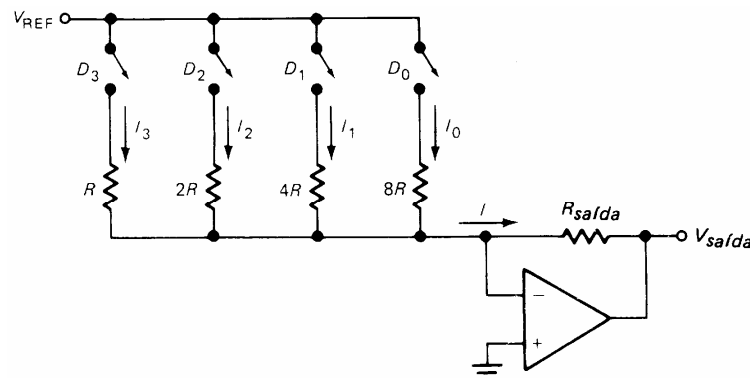

Fig. 8.2: Circuito Básico de um Conversor Analógico-Digital
6. Considere o conversor DA de 4 bits da Fig. 8.2, com resistências ponderadas, onde a resistência $R = 2 \text{ k}\Omega$ e a resistência de saída seja $R_{saida} = 10 \text{ k}\Omega$. Calcule a corrente e a tensão de saída do circuito. A tensão de referência é $V_{REF} = 5 \text{ V}$.